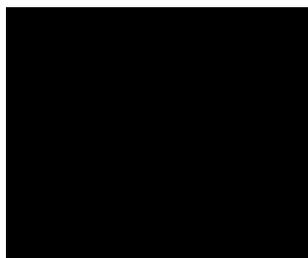

图 6-33 练习题 9 图
9. 嘉立创生产的高多层板采用绿色阻焊油墨，相邻 IC 引脚焊盘间距为 0.1mm 的情况下，PCB 能够实现阻焊桥的制作，如图 6-33 所示。这一成果主要归功于以下哪个原因？（ ）